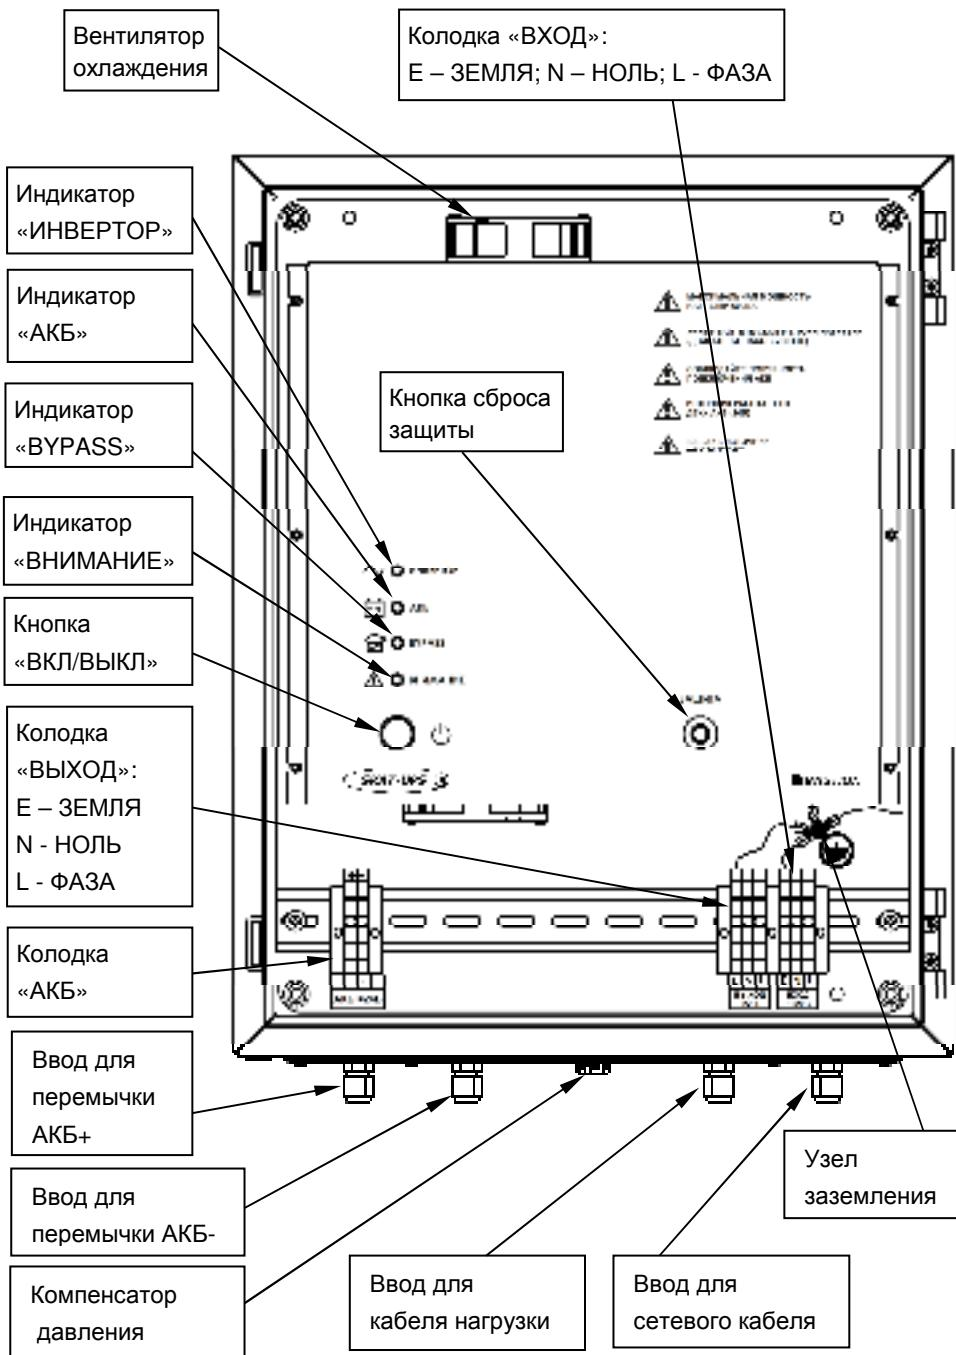

Рисунок 2 - Вид изделия с открытой дверцей
Установите кабельные вводы и компенсатор давления (входят в комплект поставки) в предусмотренные для них отверстия на нижней стенке корпуса изделия (см. рисунок 2).
Подключение внешних цепей к изделию выполняется через соответствующие кабельные вводы в соответствии с назначением клемм подключения (см. рисунок 2).
- Подключите к изделию, соблюдая полярность, провода для подключения внешней АКБ (см. рисунок 2).
- Зафиксируйте подвешенные к изделию провода и кабели в соответствующих герметичных кабельных вводах (см. рисунок 2).
- После самотестирования изделие перейдет в режим «ОСНОВНОЙ», включится индикатор «ИНВЕРТОР» (см. рисунок 2).
Отключить сетевое напряжение. Изделие должно автоматически выполнить переход на резервное питание нагрузок от АКБ. Индикатор «ИНВЕРТОР» останется включенным, дополнительно включится индикатор «АКБ» и один раз в 4 секунды будет вспыхивать индикатор «ВНИМАНИЕ» (см. рисунок 2).
Включить изделие, нажав и удерживая около секунды кнопку «ВКЛ/ВЫКЛ». Изделие выполнит те же действия, что и при работе от сети, за исключением того, что питание нагрузок осуществляется от АКБ. Изделие сразу перейдет в режим «РЕЗЕРВ», индикаторы «ИНВЕРТОР» и «АКБ» включатся (см. рисунок 2).